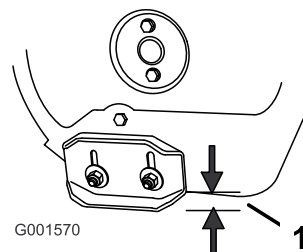

Рисунок 41
2. Ослабьте затяжку гаек, крепящих оба полоза к боковинам шнека, так, чтобы шнек мог легко перемещаться вверх и вниз (Рисунок 41).